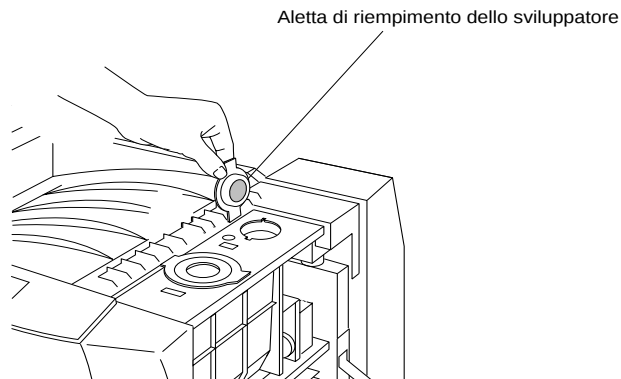

Figura 4-17 Apertura dell'aletta di riempimento dello sviluppatore
7. Aprire l'aletta di riempimento dello sviluppatore, come mostrato nella Figura 4-17.